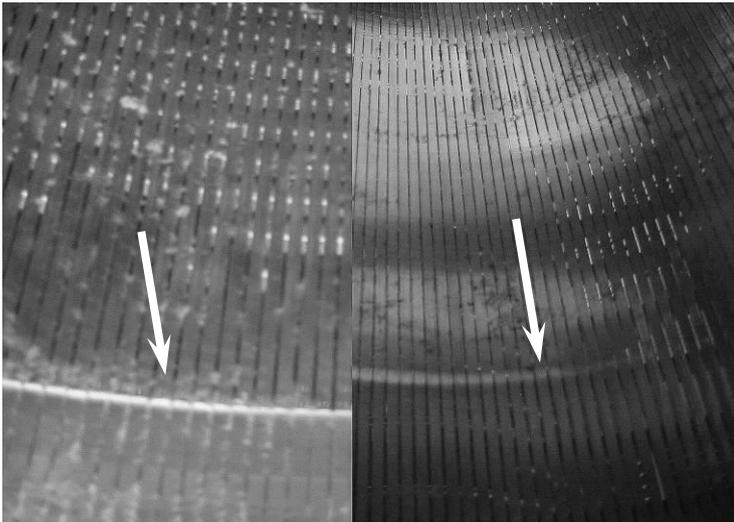

Fig. 13-11 : Usure du tamis due au gauchissement (à gauche) Usure normale du tamis (à droite)
L'usure du tamis se manifeste principalement à l'endroit où les pales hélicoïdales de la vis sans fin arrivent dans le tamis, c'est-à-dire à la jonction avec la zone de compactage du séparateur. Si cette zone présente des arêtes vives au niveau de la transition (Fig. 13-11 gauche), cela signifie que le tamis n'a pas été remonté correctement après la précédente inspection. Le manque de flottabilité a endommagé le tamis.
**Ne confiez jamais la remise en état de la vis sans fin à un autre fabricant ; en cas d'exécution incorrecte et de non-observation des tolérances requises, le tamis pourrait être détérioré, faisant expirer tout droit de garantie (voir Fig. 13-11 Usure du tamis).**